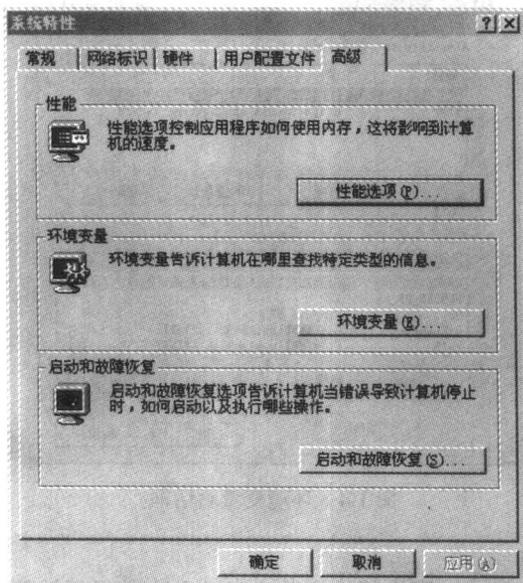

图 1-2 系统特性高级对话框
- 按步骤单击【系统】→【高级】→【环境变量】,如图 1-2 所示。